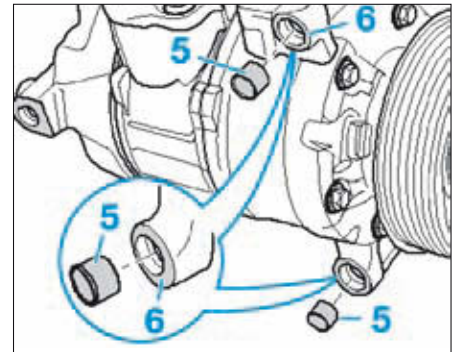

FIG. 5
- Avant le remontage, vérifier la présence des douilles de centrage (5) en (6) (Fig.5).